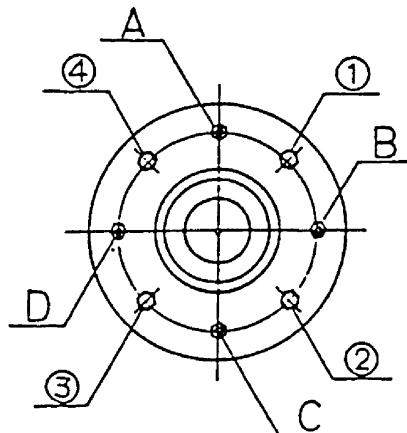

図 9-3
9.3.3 ドラムの芯出し調整 (図 9-3)
- ・ 主軸ベアリングケースを止めている取付けボルト及びナット 4箇所(A～D)と、調整ボルト及びナット 4箇所(①～④)で調整します。(図 9-3)
- ・ 例えば、ドラムの口金を機械正面より見て右に寄せたい場合、③,④と A,C,D のナットを少し緩め、③,④のボルトをドラムの口金を見ながら締め込みます。
- ・ 調整が終わったら、③,④と A,C,D のナットを締め込みます。
後方へ抜いてください。(図 9-3)